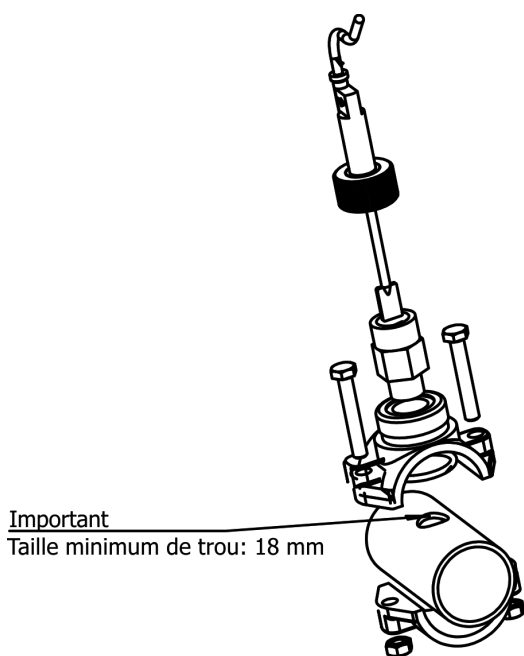

Fig. 10a
2. Installer le détecteur de flux (interrupteur flux) fourni toujours verticalement dans le porte-sondes fourni avec l'équipement (Fig. 10a).